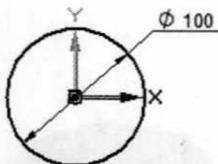

图 1.3 截面草图
(1) 选择命令。在  区域中单击  按钮，选取俯视图 (XY) 平面作为草图平面，进入草绘环境。
(2) 定义特征的截面草图。绘制图 1.3 所示的截面草图，单击  按钮。
(3) 定义拉伸属性。在“拉伸”命令条中单击  按钮，确认  按钮被按下，在  下拉列表中输入 30，并按 Enter 键。
(4) 单击“拉伸”命令条中的  按钮，单击  按钮，完成拉伸特征 1 的创建。